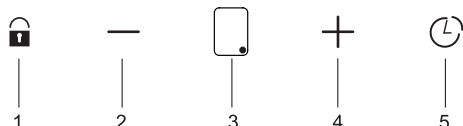

Abb. 7: Lüfter Ein/Aus
2. Halten Sie nach diesem Vorgang die  Timer-Taste solange gedrückt, bis auf der Digitalanzeige die "0" erscheint (Abb. 7/1).
- 3.** ➔ Nach der Entriegelung des Lüfters, können Sie mit den Tasten + und - die Geschwindigkeit des Lüfters einstellen (Abb. 7/2,4).